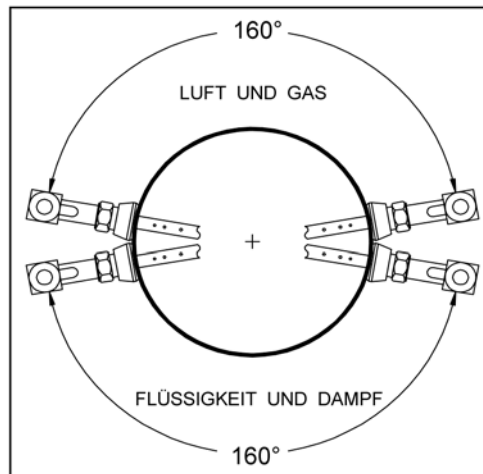

Abbildung 1. Accelabar[®] Ausrichtung im waagerechten Rohr
Für Luft- und Gasanwendungen muss der Accelabar[®] mit dem Gerätekopf in der oberen 160°-Position montiert werden. Für Flüssigkeits- und Dampfanwendungen muss der Accelabar[®] mit dem Gerätekopf in der unteren 160°-Position montiert werden (siehe Abbildung 1).
- Zur korrekten Ausrichtung des Accelabar® für waagerechte Anwendungen beachten Sie Abbildung 1 (die Ausrichtung ist bei senkrechten Anwendungen nicht wichtig).
- Platzieren Sie den Accelabar® in den Zwischernraum der Rohrleitung, der nach den Abmessungen in Abbildung 1 vorbereitet wurde. Stellen Sie sicher, dass der Durchflusspfeil auf dem Accelabar® in Strömungsrichtung des Rohres weist. Eine falsche Ausrichtung des Accelabar® kann zu schlechten und ungenauen Strömungsmessungen führen.